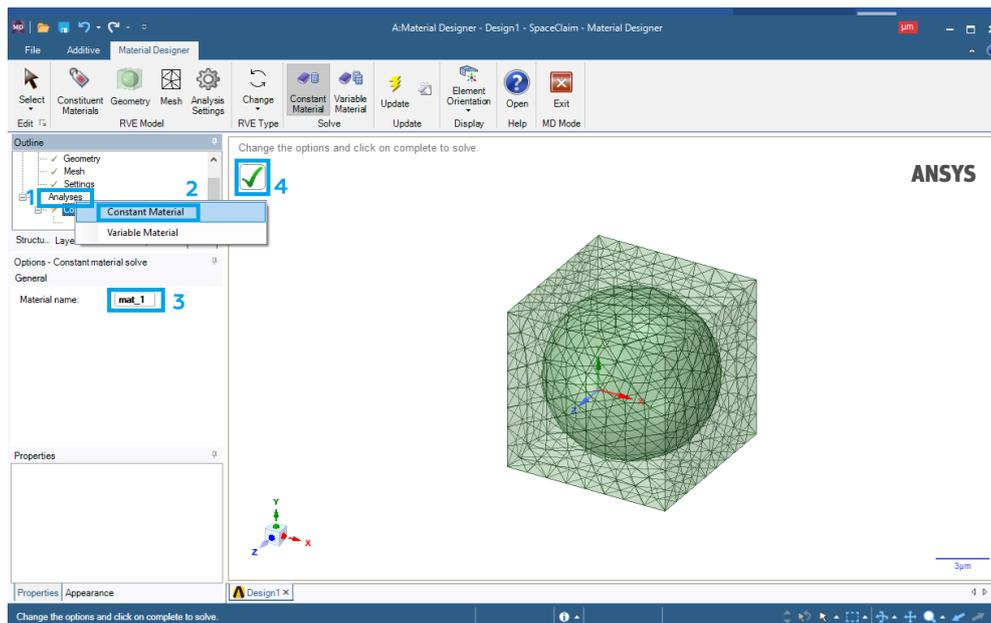

Рис. 12. Создание сетки объемного элемента
9. Присваиваем название созданному объемному элементу (рис. 12).